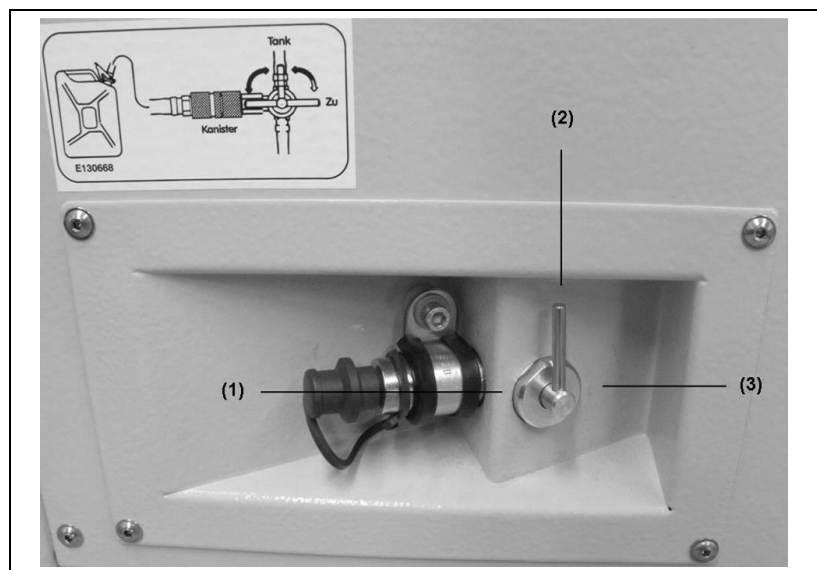

Fig. 5-11: Robinet de carburant à 3 voies
3. Placez le robinet de carburant sur Réservoir propre (Fig. 5-11-(2)).
8. Placez le robinet de carburant sur "Ravitaillement externe" (Fig. 5-11-(1)).